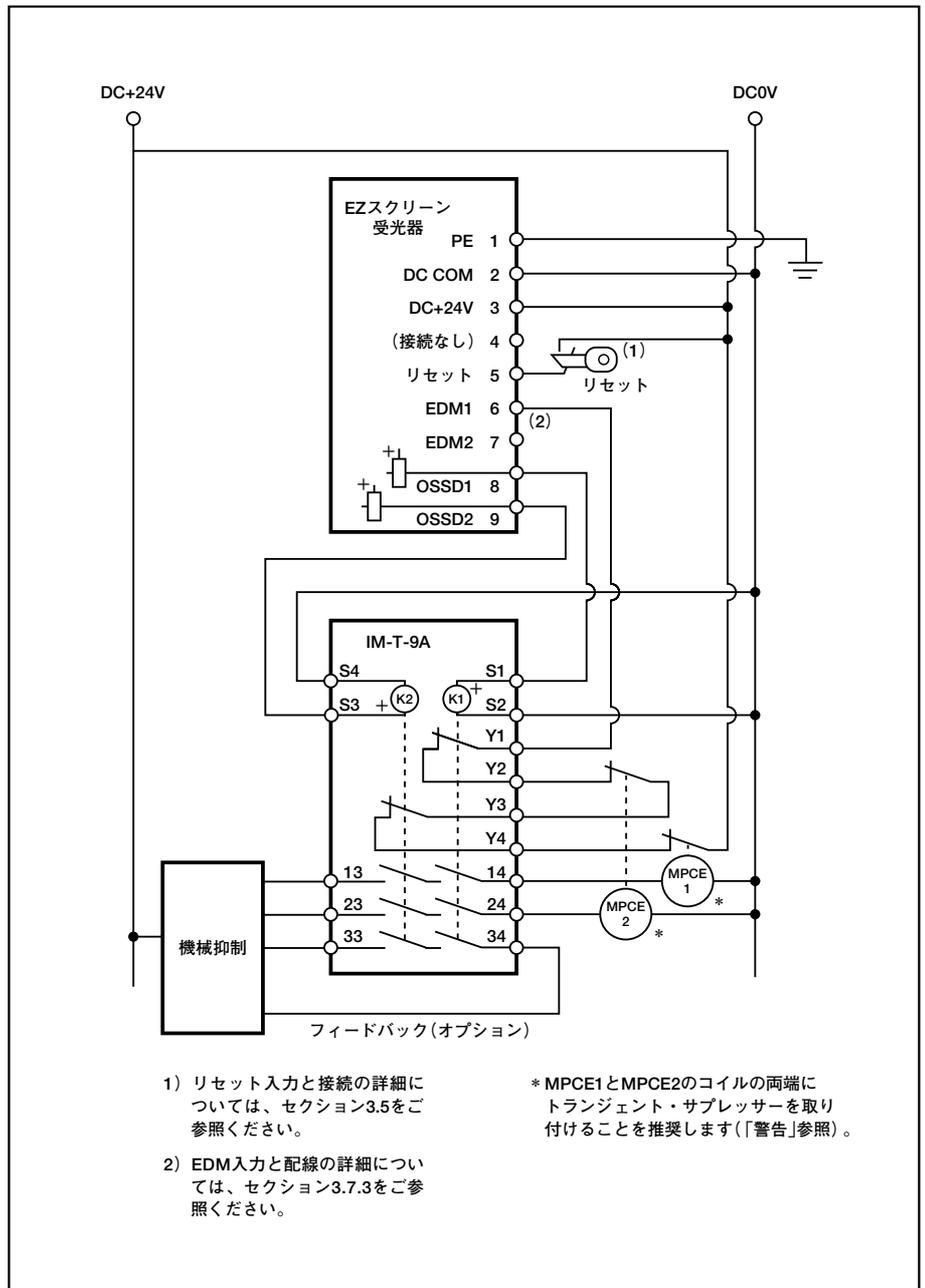

Fig.3-18 EZスクリーン受光器の一般的な接続 - インターフェイス・モジュール(1ch EDM、キーリセット)
- **1チャンネルモニタリング**は、グリッド・システムにより制御される各装置からの、機械的に連結されたノーマルクローズ・モニタ接点の直列接続です。モニタ接点は、OSSD出力がONしてから(入光状態)200ms以内にオープンとなり、OSSD出力がOFFしてから(遮光状態)200ms以内にクローズとならなければならず、そうならない場合はロックアウトとなります(セクション5.1の「診断」参照)。1チャンネルEDMの接続については、Fig. 3-18をご参照ください。モニタ接点をDC+24VとEDM1(端子6)の間に接続してください。EDM2(端子7)はオープン(接続なし)のままにしておいてください。セクション4.1の指示に従って、DIPスイッチを「1」に設定します。